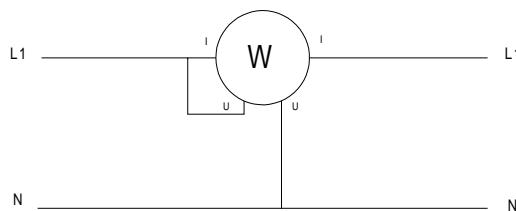
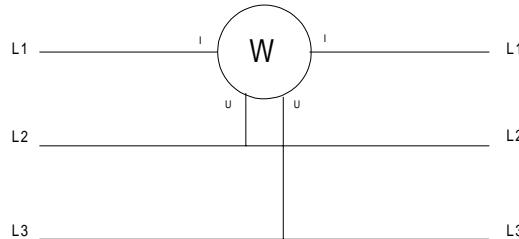

Fig 4.4.1 Schema di collegamento in monofase
Fig 4.4.2 Schema di collegamento in Trifase 3 Fili Equilibrati (unicamente PX 120)
Appicare lo schema di collegamento della Fig. 4.4.1. (monofasato) oppure della Fig. 4.4.2. (Trifase equilibrato, T3FE unicamente PX 120), a seconda i casi, verificando, se possibile, che non superi i limiti massimi ammissibili (vedi tabella di sotto)
3. Applicare lo schema di collegamento della Fig. 4.4.1. (monofasato) oppure della Fig. 4.4.2. (Trifasato equilibrato, T3FE unicamente PX 120), a seconda i casi, verificando, se possibile, che non superi i limiti massimi ammissibili (vedi tabella di sotto)
3. Applicare lo schema di collegamento della Fig. 4.4.1. oppure della Fig. 4.4.2. (T3FE unicamente PX 120), a seconda i casi, verificando, se possibile, che non superi i limiti massimi ammissibili (vedi tabella di sotto) La commutazione di portata è automatica.